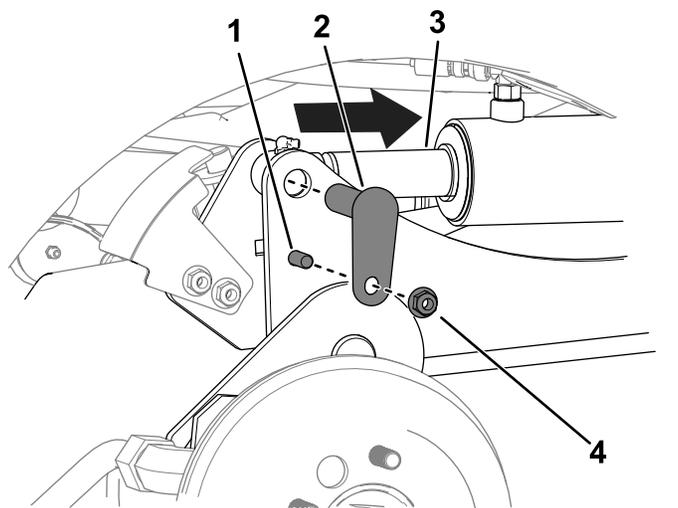

Рисунок 10
- С. Используйте пробойник, чтобы совместить отверстия в штоке цилиндра с отверстиями в подъемном рычаге (Рисунок 10).
- D. С помощью 2 болтов ($\frac{3}{8}$ x $1\frac{1}{4}$ дюйма), 2 гаек ($\frac{3}{8}$ дюйма) и 2 малых штифтов прикрепите подъемные рычаги к цилиндрам (Рисунок 10).